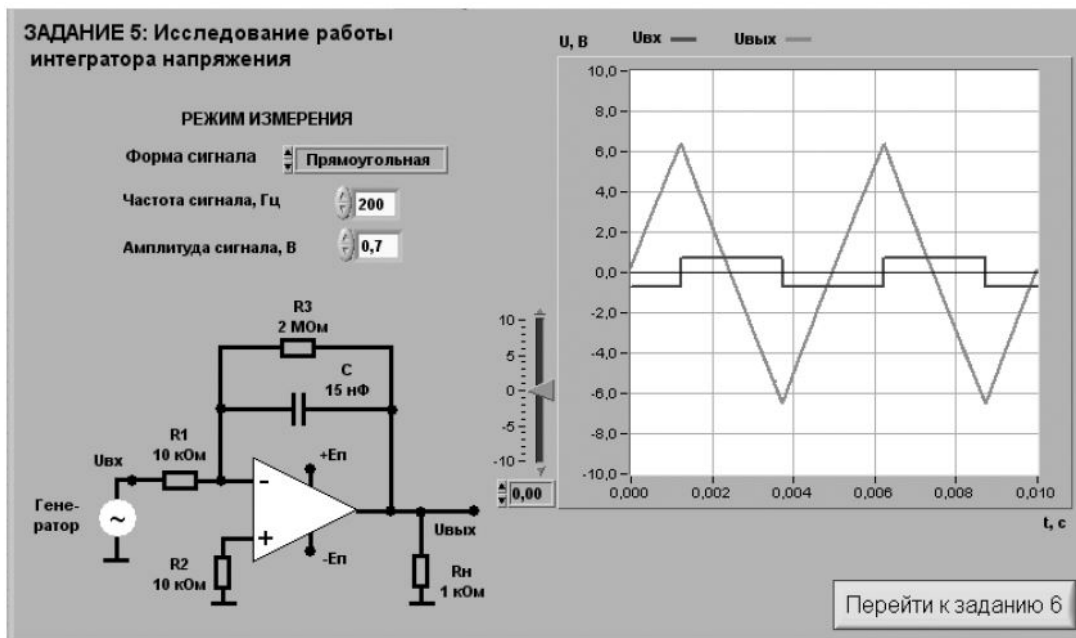

Рис. 2 Лицевая панель ВП при выполнении задания 5
- р. . После ознакомления с целью работы нажмите кнопку «Начать работу». На экране появится изображение виртуального прибора (ВП) для выполнения задания №5 (рис. 2)